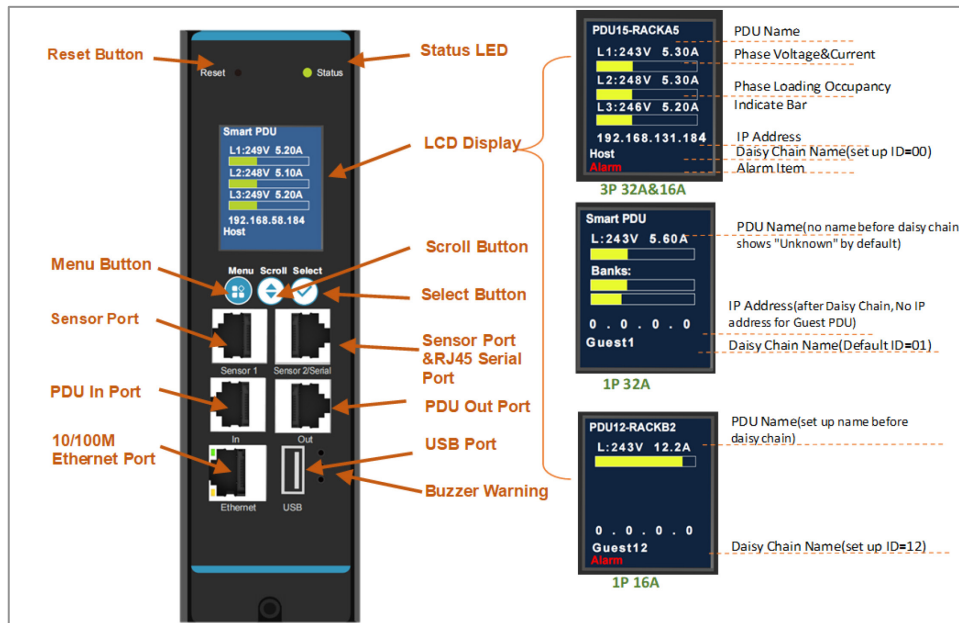

Рисунок 1 – Дисплей контроллера
- Панели контроллера (более подробно см. рисунок 1).
Идентификатор — это число от 01 до 31, используемое для уникальной идентификации PDU в группе. После подключения двух или более PDU друг к другу в группе NPS они могут быть идентифицированы по номеру ID. Этот идентификатор отображается в левой нижней части дисплея (подробнее см. рисунок 1).
2. Подключите последовательный кабель к выбранному порту на компьютере и к **5** Serial port PDU (рисунок 1).